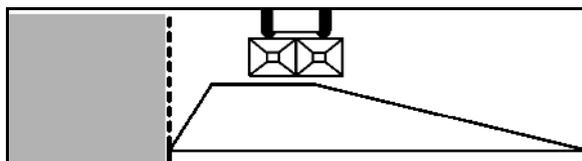

Fig. 47
1. Grenzstreuen nach Düngeverordnung (Fig. 47):